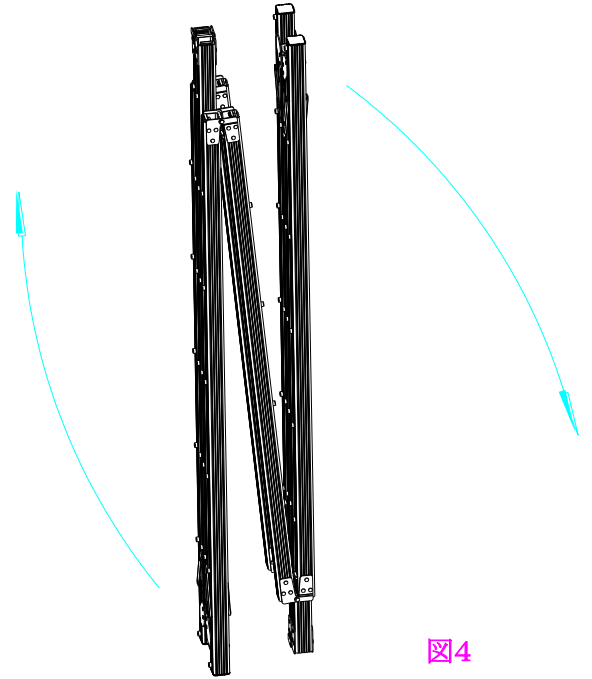

図4
1. ケースからフレームを取り出し、両端のフレームと中央のフレームの間のメインジョイント2箇所を図4のように伸ばします。